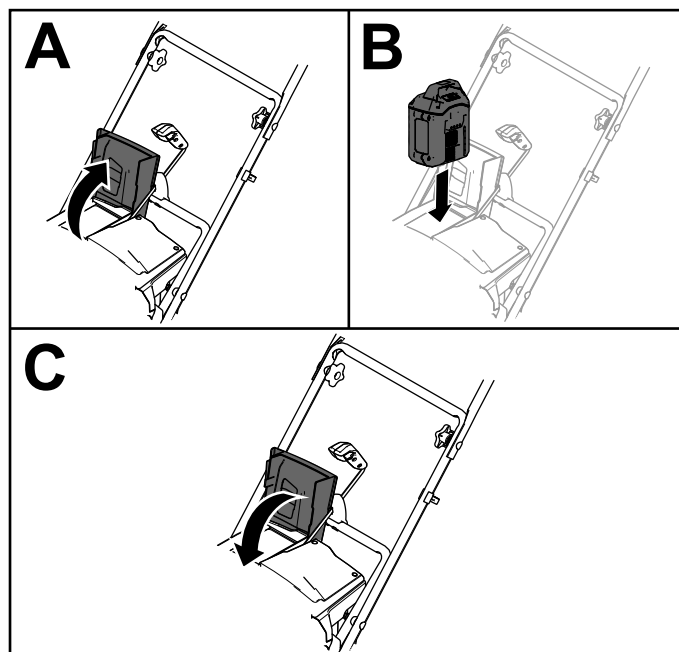

Figure 9
2. Soulevez le couvercle du compartiment de la batterie (A de Figure 9).
3. Placez le creux de la batterie devant la languette sur la machine, et insérez la batterie dans le compartiment jusqu'à ce qu'elle s'enclenche en position (B de Figure 9).
4. Refermez le couvercle du compartiment de la batterie (C de Figure 9).